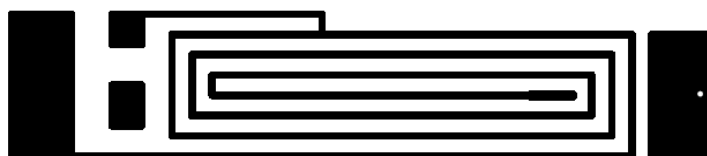

Figure 2 : Dessin du circuit imprimé
Le fil de l'antenne est soudé à la fois sur l'extrémité de la bobine et aussi sur la pastille rectangulaire isolée (Figure 2). Le rôle de cette pastille rectangulaire est purement mécanique : c'est pour reprendre l'effort de traction sur le fil sans arracher la piste du circuit imprimé.
- Circuit imprimé du circuit d'adaptation (voir Figure 2).